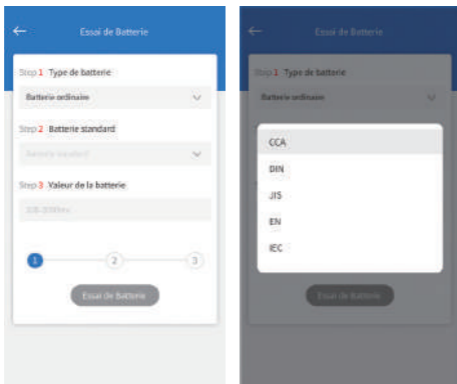

Figure 4.1.2
- Sélectionnez la norme de batterie correspondante (voir figure 4.1.2). La norme spécifique de la batterie est également indiquée sur l'étiquette de la batterie.